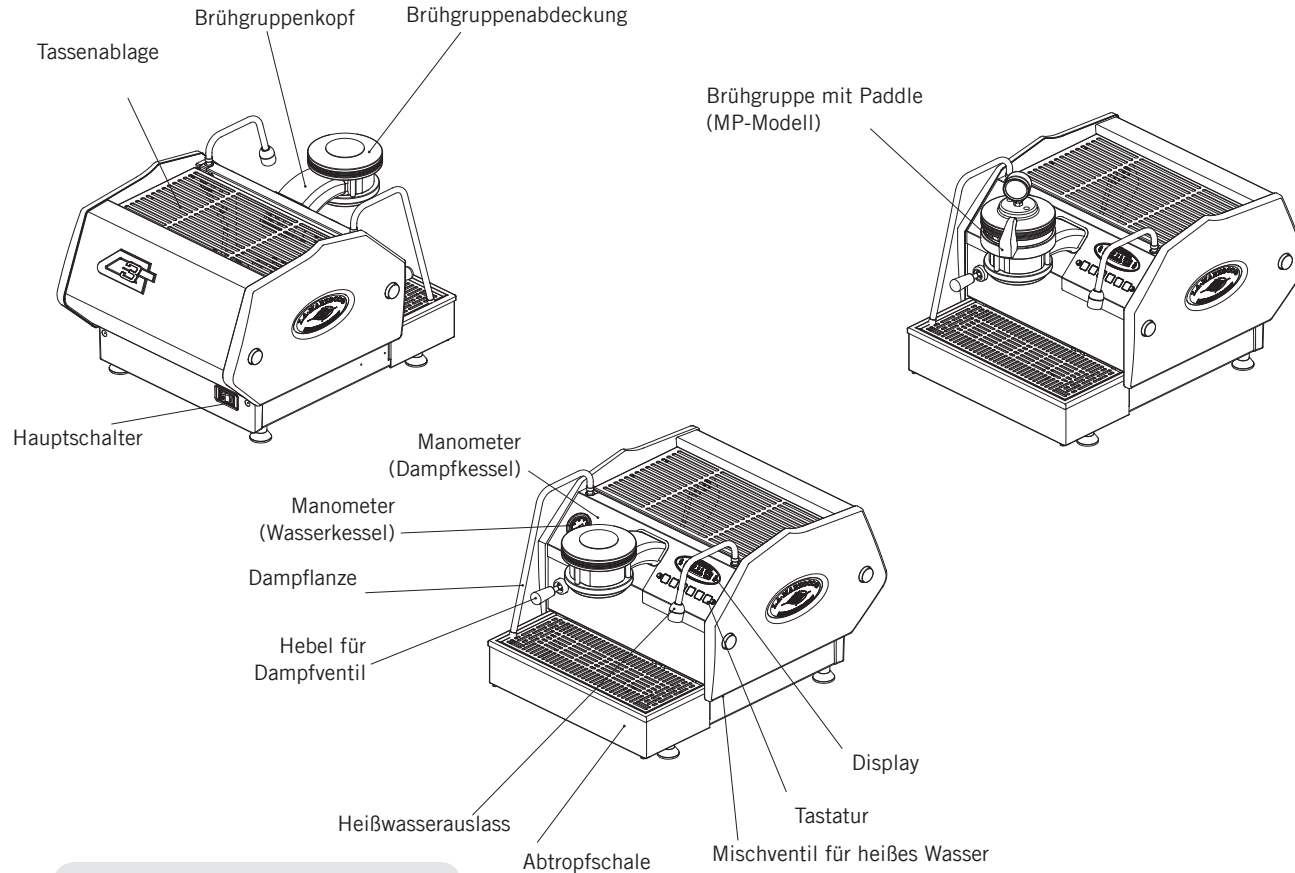

Abbildung 2 – Beschreibung des Gerätes
2. Brühen von Kaffee. Brühen von Kaffee. Jetzt können Sie den Siebträger entfernen, um ein Kaffeegetränk zuzubereiten. Füllen Sie den Siebträger mit dem Einzel- oder Doppelsieb mit gemahlendem Kaffee. Pressen Sie den gemahlenden Kaffee mit dem mitgelieferten Tamper und setzen Sie den Siebträger in die GS/3 ein. Betätigen Sie beim Modell AV eine Brühtaste, um den Brühvorgang zu starten, bzw. bewegen Sie beim Modell MP das Paddle von rechts nach links (siehe Abb. 2).